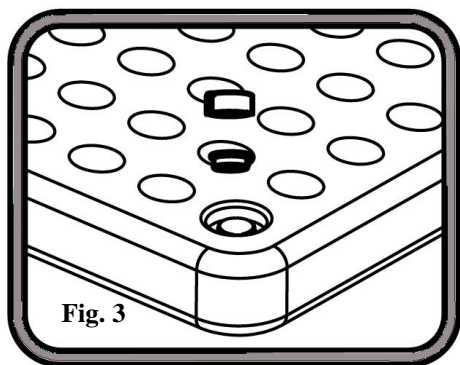

Fig. 3
3. Dévisser le cache et sortir le bouchon en caoutchouc. Voir la fig. 3